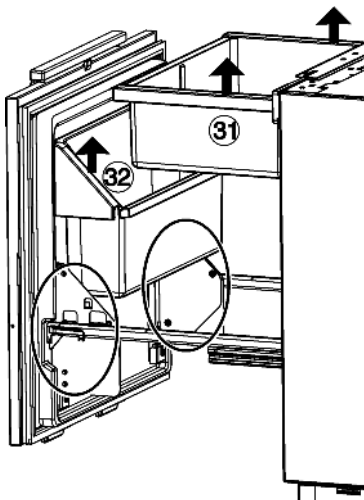

Fig. 21
- ▶ Groentelade Fig. 21 (31) en flessenrek Fig. 21 (32) naar boven eraf tillen.
- ▶ Flessenrek Fig. 21 (32) en groentelade Fig. 21 (31) weer erin zetten.